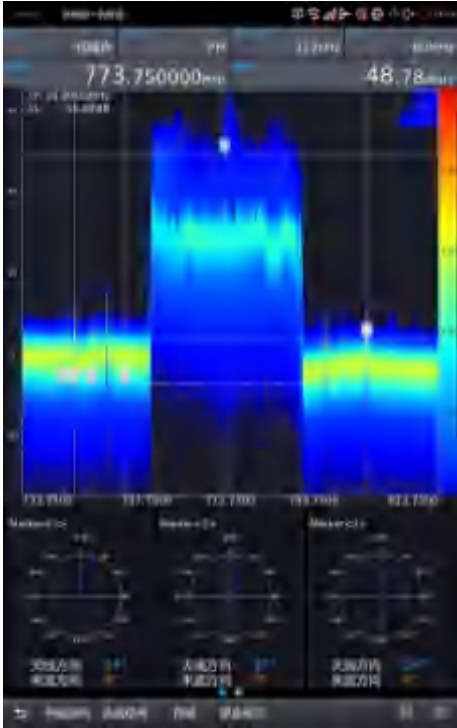

图3-33 测向界面
- (1) 视图：可在余辉谱视图和余辉谱+瀑布图视图之间切换显示；
- (2) 色系调整：点击右侧弹出色系调整框，可通过拖动或点击的方式修改最大值和最小值，组成的色系范围；
- (3) 存储：可对仅频谱、仅音频和频谱+音频进行存储，存储完成可点击停止存储；
- (4) 测向：可快速切换到测向界面，如图 3-33 所示：